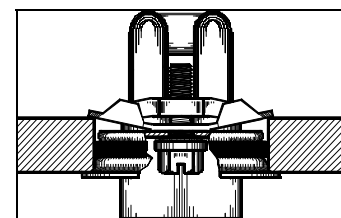

Figure 3 - Chauffe-bloc bien serré dans le bloc.
7. Serrez la vis de verrouillage dans le sens horaire, à un couple maximal de 2,26 à 2,82 N-m (20 à 25 po-lb) (fig. 3).